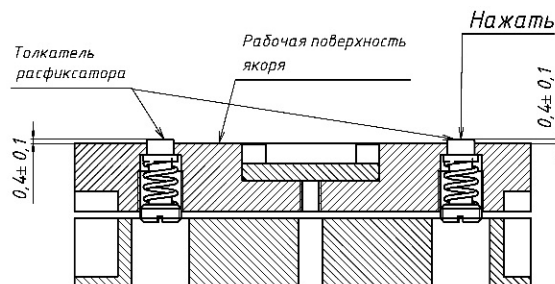

Рисунок 10 – Проверка расфиксатора
6.2 При длительной эксплуатации изделия (более пяти лет) рекомендуется проводить проверку надежности разблокировки замка. Разблокировка замка обеспечивается срабатыванием расфиксаторов, расположенных на пластине якоря (рисунок 10).